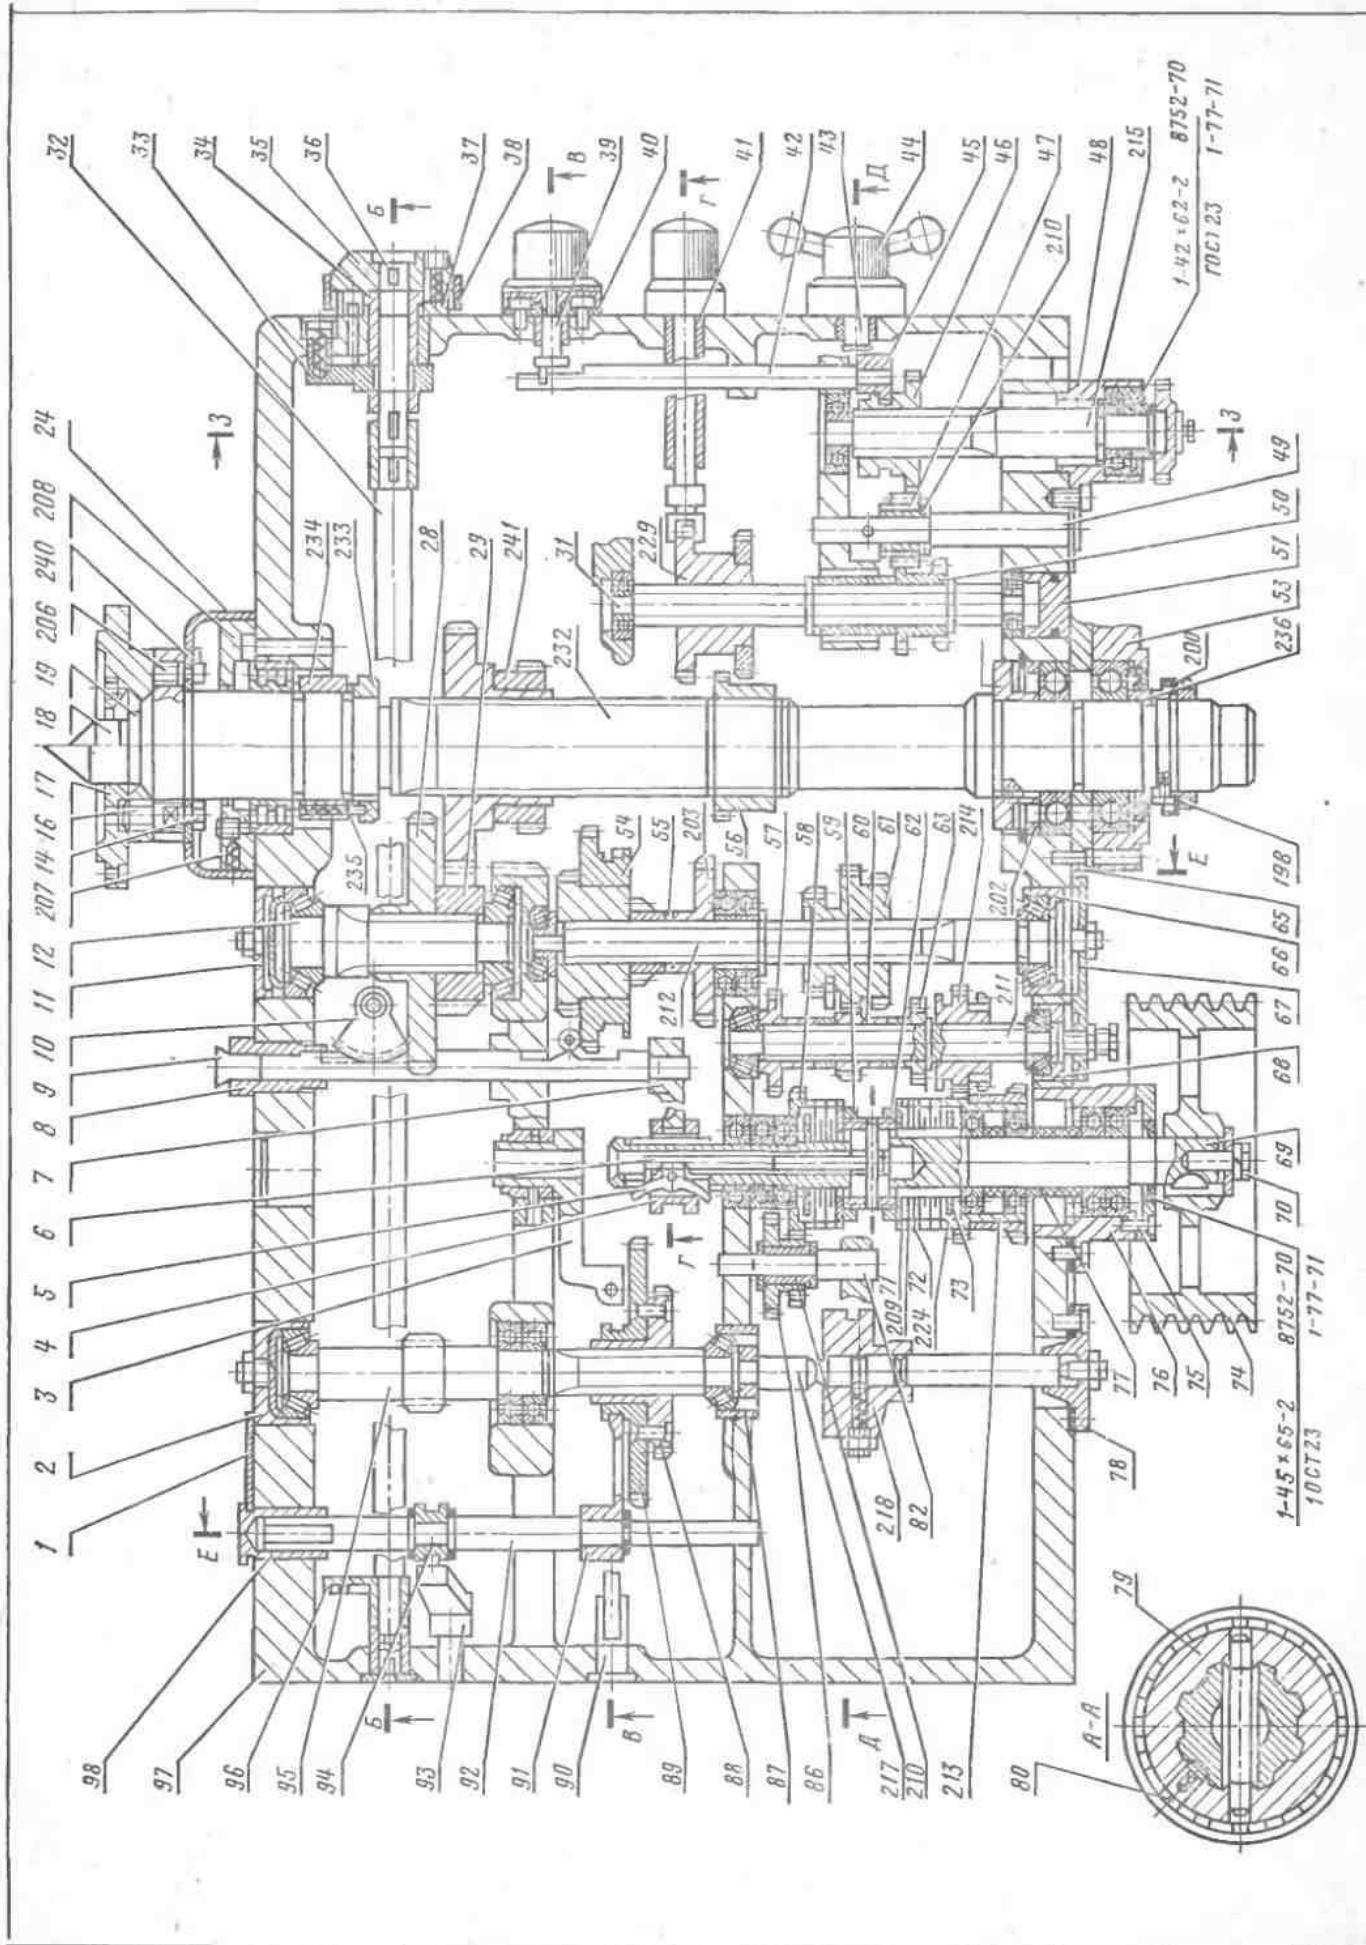

Рис. 14. Шпиндельная бабка (развертка)
- 4) поворачивая вручную фланец 24 (рис. 14 и 17), совместить нанесенный на нем указатель-стрелку с одной из рисок делительного кольца 240 шпинделя, обозначенной каким-либо числом;
(рис. 14—17)
13.1.2. При ослаблении крепления шкива 74 на конусной части вала 69 нужно подтянуть винт 70 (рис. 14).
Поворотом гайки 62 (рис. 14) по часовой стрелке при утопленной (нажатой) защелке 80 можно поднять муфту прямого вращения шпинделя, поворотом гайки 59 против часовой стрелки — муфту обратного вращения. Для облегчения регулирования муфты прямого вращения шпинделя рукоятку 8 (рис. 9) нужно повернуть влево, для облегчения регулирования муфты обратного вращения шпинделя — вправо.
*Примечание.* Станки комплектуются передними шпиндельными подшипниками № 3182120 класса 4, ГОСТ 7634—75, и задними № 46216Л класса 5, ГОСТ 831—75 (см. рис. 14), или передними подшипниками № 697920Л1 класса 4 для станков класса «Н» и класса 2, для станков класса «П» и задними № 17716Л класса 4 (см. рис. 17). Шпиндельные подшипники заказом не регламентируются.